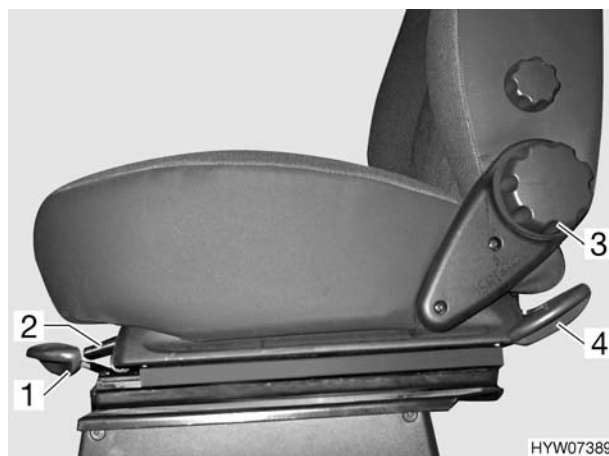

Fig. 4 Sedile del guidatore/passeggero
- Tirare la maniglia (Fig. 4,1). Il sedile si solleva in avanti.
- Tirare la maniglia (Fig. 4,4). Il sedile si solleva indietro.
- Tirare la maniglia (Fig. 4,2). Il sedile può essere spostato in avanti o all'indietro.
- Ruotare la manovella (Fig. 4,3). È possibile regolare l'inclinazione dello schienale.